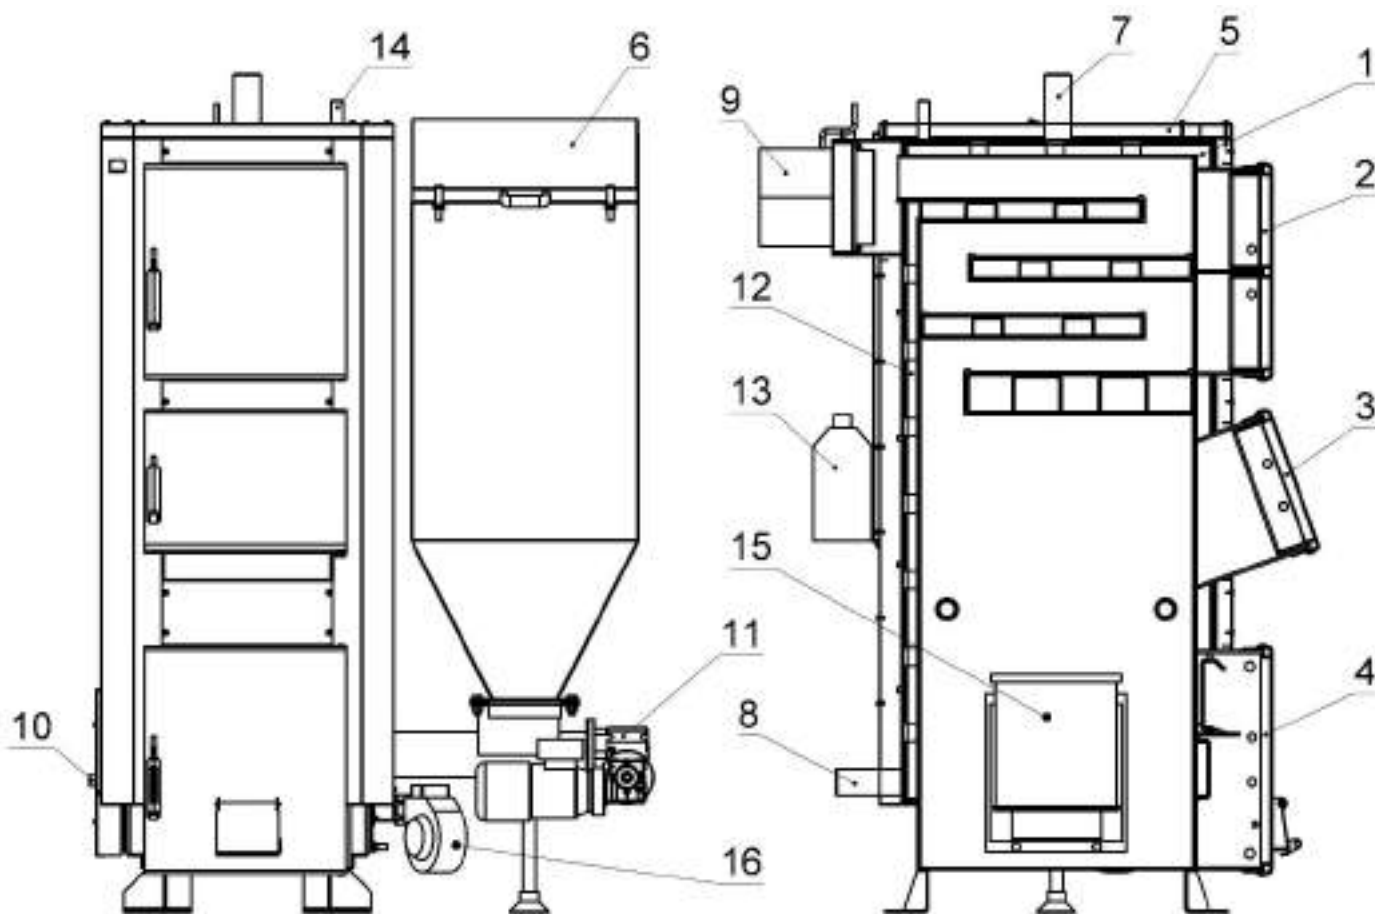

Рисунок 5.1 – Внешний вид и основные элементы котлов типа КТНк
Конструктивно котел представляет собой сборносварную конструкцию, состоящую из корпуса с камерой сгорания (поз. 1, рис. 5.1). Над топкой расположена конвекционная часть котла, что представляет собой высокоэффективный четырёхходовый теплообменник.
Корпус котла выполнено в форме параллелепипеда с двойными стенками, которые разделены водными перегородками (поз. 12, рис. 5.1). На наружной поверхности корпуса под декоративной обшивкой закреплена тепловая изоляция (поз. 5, рис. 5.1).
- шнекового (винтового) механизма подачи топлива, который приводится в движение мотор-редуктором (поз. 11, рис. 5.1);
- самоочищающейся чугунной топки-реторты, выполненной в форме бокала (поз. 15, рис. 5.1);
- вентилятора, нагнетающего воздух в топку-реторты (поз. 16, рис. 5.1);
Топливо для процесса сжигания подается автоматически из расположенного у котла бункера для топлива (поз. 6, рис. 5.1) с помощью винтового (шнекового) механизма подачи. В чугунной реторте происходит процесс сжигания топлива с участием воздуха, поставляемого приточным вентилятором. Для равномерного
Обслуживание котла состоит в периодическом добавлении топлива в бункер (поз. 6, рис. 5.1) и устранении золы из зольной полки (без необходимости погашения котла). После разжигания котёл не требует постоянного пребывания в помещении, где он смонтирован, обслуживающего персонала. Эксплуатация котла может происходить
Дымовые газы выходят в дымоход через боров (поз. 9, рис. 5.1), расположенный в задней части котла. Боров оборудован дроссельным клапаном продуктов сгорания - шибером, который в случае слишком высокой тяги в дымоходе дает возможность ее снизить путем частичного перекрытия выходного отверстия боровой.
- дверцы для периодического обслуживания (чистки) конвективной части котла (поз. 2, рис. 5.1);
- дверцы топki (поз. 3, рис. 5.1) для доступа к реторте (для разжигания котла и периодической чистки реторты)
- ревизионные дверцы (поз. 4, рис. 5.1).
В верхней части теплообменника размещены: патрубок прямой сетевой воды (поз. 7, рис. 5.1) и штуцер для установки предохранительного клапана (поз. 14, рис. 5.1). В нижней части, на задней стене - патрубок обратной воды (поз. 8, рис. 5.1). Сливной патрубок (поз. 10, рис. 5.1) расположен на боковой стенке котла.
Корпус котла обложен теплоизоляционным материалом (поз. 5, рис. 5.1).
Датчик температуры в комплекте контроллера необходимо закрепить на неизолированной участке патрубка прямой сетевой воды (поз. 8, рис. 5.1), используя шпильковое крепление (бандаж). После предварительной затяжки бандаж (бандаж можно обернуть вокруг трубы дважды, или отрезать избыток ножницами для металла), вложить датчик температуры между бандажом и трубой. Осторожно зажать бандаж так, чтобы датчик температуры не перемещался под бандажом. Очень сильное затягивание может повредить измерительные элементы. Обмотать датчик термоизоляционным материалом.
Заполнение котла и всей системы отопления водой должно происходить через штуцер слива воды из котла (поз. 10, рис. 5.1). Заполнение необходимо делать медленно, чтобы обеспечить устранение воздуха из системы.